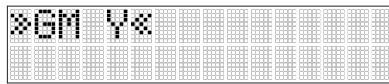

Abb. 18: Untermenü „GradeMatch“
- 6.) Drücken Sie kurz die E-Taste (j), um ins Untermenü zu wechseln. Bestätigen Sie dann durch erneutes Drücken der E-Taste (j) die Y-Achse und starten Sie die Neigungsmessfunktion (vgl. Abb. 18).